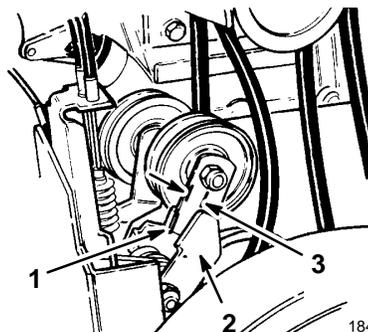

Abbildung 26
- Bei gelöstem Hebel sollte der Spielraum zwischen der Zunge am Gebläserad-Führungsrollenarm und dem Bremsarm größer sein als 0,32 cm (1/8") (Abb. 26).